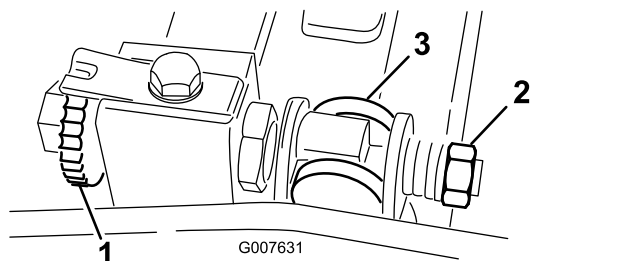

图61
1. 逆时针旋转底刀架调节螺丝将底刀后撤离滚刀图61。
2. 退出弹簧加压螺母直到垫圈不再对底刀架图61施压。